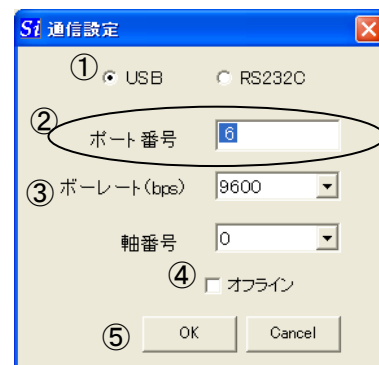
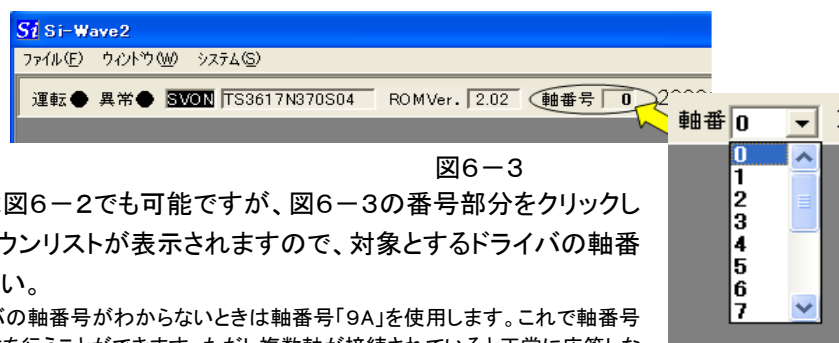

図6-2
図6-3
- B) 図6-2のように画面が表示されます。
- C) ポート番号②のところに適切な番号を入力します。
もし接続するポートが無い場合や実際に Si サーボが接続されていない場合は、図6-2の通信設定画面の ☐ オフライン のチェックを ON ☒ オフライン にしてください。オフラインでの作業が可能となります。
軸番号の設定は図6-2でも可能ですが、図6-3の番号部分をクリックしますとドロップダウンリストが表示されますので、対象とするドライバの軸番号を選んでください。